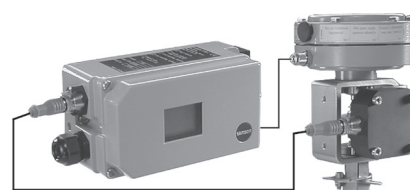

Fig. 4: Type 3730-6
- Capteur de position déporté (Bild 4)